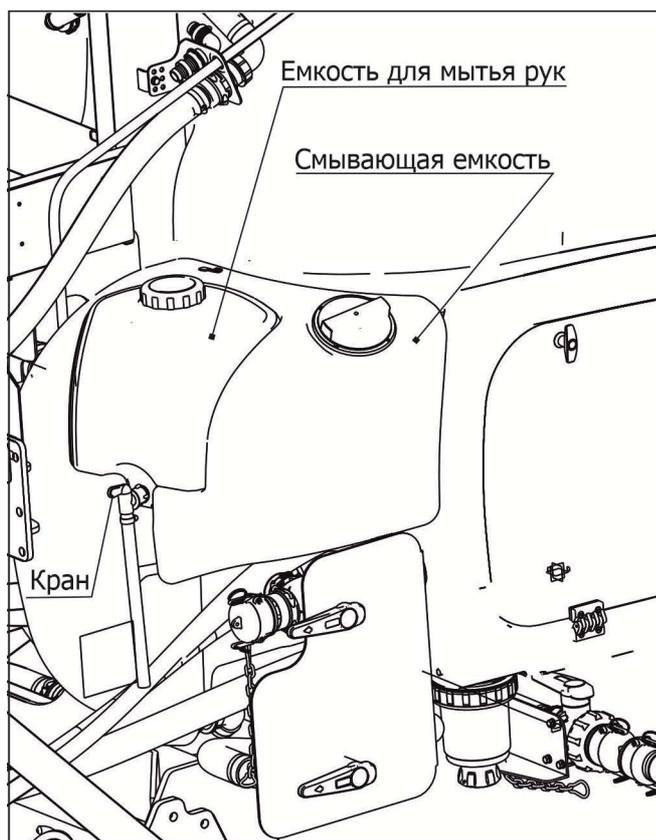

Рисунок 3.10
3.2.4.7 Промывку модульных регуляторов и сопел сошников следует проводить проточной водой из промывочной ёмкости на рабочем режиме. Ёмкость для мытья рук (рисунок 3.10) заполняется чистой непитьевой водой. Снять заливной колпачок и наполните емкость для мытья рук пресной водой (не допускать полного расходования пресной воды в емкости). Установить на место заливной колпачок. Кран для пуска воды расположен на передней поверхности ёмкости.
ПРИМЕЧАНИЕ: Использовать воду из емкости для мытья рук для очистки, промывки или мытья любых загрязненных вещей (рисунок 3.10).